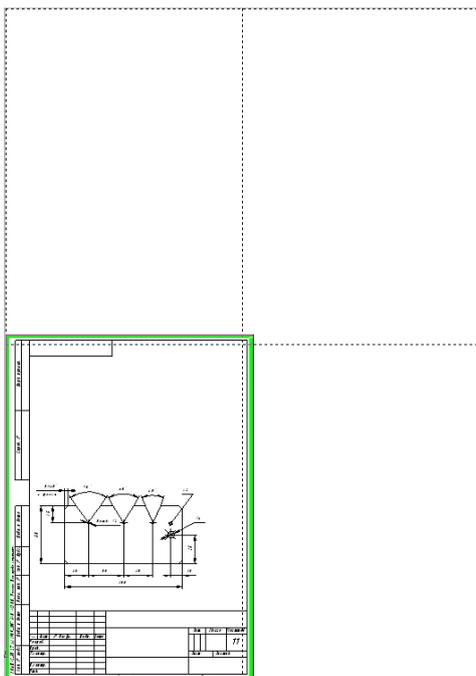

Рис. 21.17. Окно предварительного просмотра чертежа перед печатью.
11.1. Выберите команду Файл⇒Предварительный просмотр (рис. 21.17).